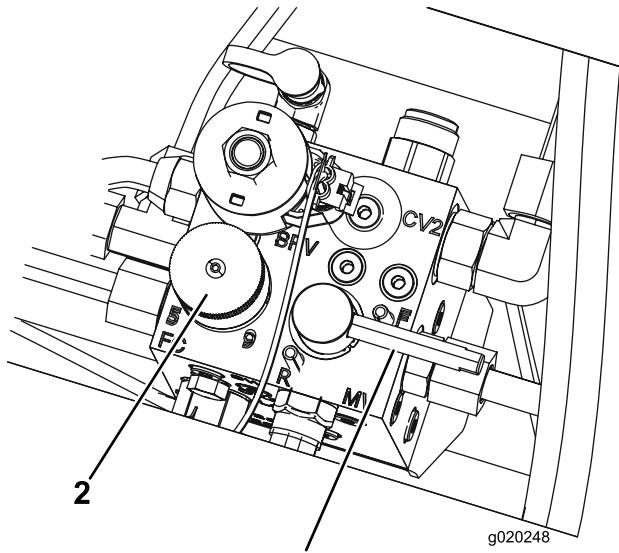

Bild 83
- Stellen Sie das Bedienelement für die Spindeldrehzahl auf die Stellung 1 (Bild 83).
| 6. Drehen Sie den Läpphebel in die R-Stellung (Bild 83). | |
- Drehen Sie den Läpphebel in die R-Stellung (Bild 83).